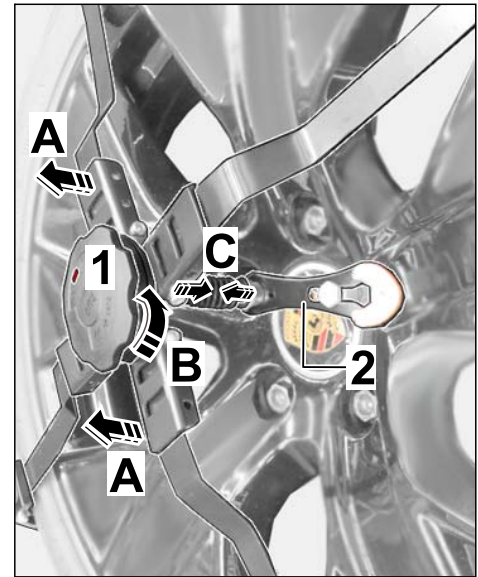

Figura 11
- 3.1 Extraer parcialmente el perno giratorio de la rueda trasera (⇒ *Figura 11 -A-*).
Desenroscar el perno giratorio simultáneamente hacia la izquierda (signo de menos "-" ⇒ *Figura 11 -B-*), hasta que la palanca de fijación con el cable y el fuelle (⇒ *Figura 11 -C-*) se aflojen.